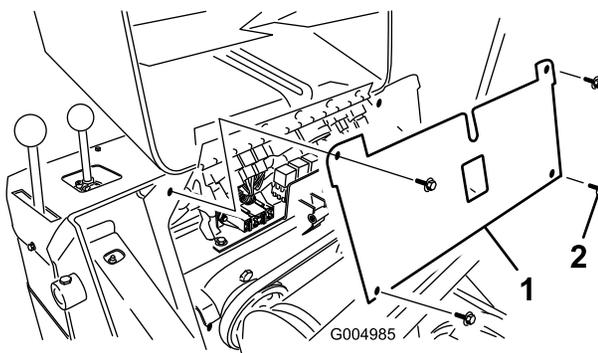

Figure 35
4. Retirez les 4 vis de fixation du panneau de fusibles et tirez le panneau vers vous puis vers le haut pour le déposer (Figure 35).